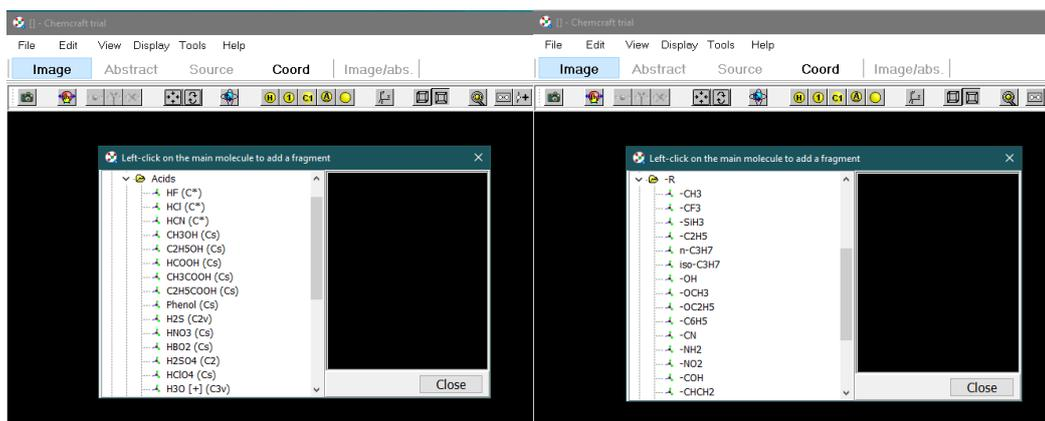
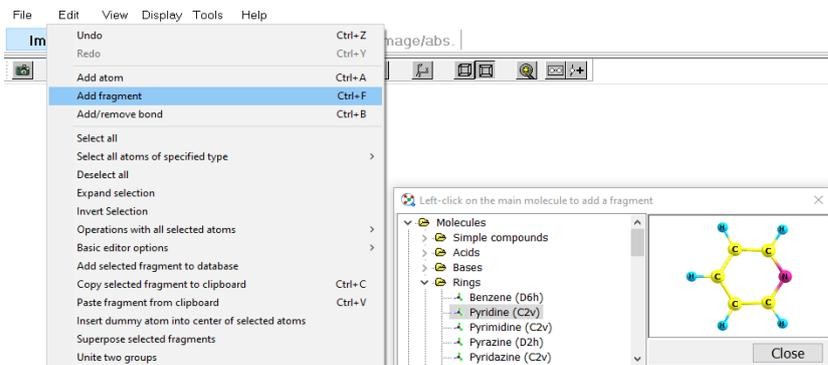

Рис. 2. Выбор кислоты или радикала
Рис. 3. Моделирование молекулы пиридина
3. Или можно выбрать готовый фрагмент молекулы или радикала Edit/Add fragment (рис. 2). Для примера выбрана молекула пиридина Add fragment/molecules/rings/pyridine, как показано на рис. 3.